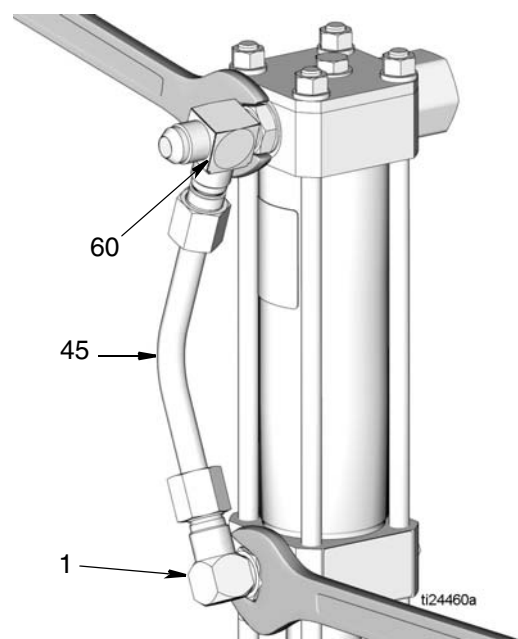

Рис. 10
7. Ослабьте соединение колена (1) и тройника (60) с помощью гаечного ключа. Снимите жидкостную трубку (45). Наденьте на каждый фитинг заглушку во избежание загрязнения (Рис. 10).